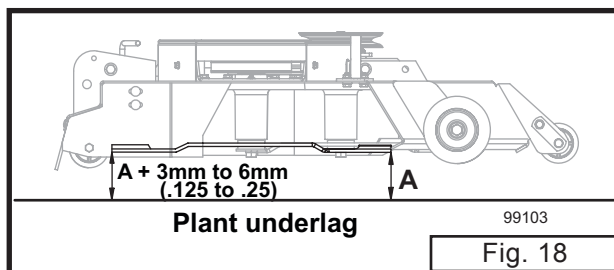

Fig. 18
(Henviser til fig. 18 og 19)
4. Afstanden ved den bageste knivspids skal være 3 til 6 mm (1/8 til 1/4") større end afstanden ved den forreste knivspids (henviser til fig. 18).
7. Hvis knivbladet er lige, er det nødvendigt at justere. Først løsner du kontramøtrikken (A) på klipperdækkets løftestang (C) i
3. Placer venstre knivblad på tværs af maskinen og mål afstanden fra den yderste knivspids ned til det plane gulv (henviser til fig. 18).
8. Løsn kontramøtrikken (K) på klipperdækkets højdeindstillingsenhed (J).
9. Juster klipperdækket op, så det passer med højdeindstillingen, ved at dreje møtrikken (L) med uret.
10. Juster klipperdækket ned, så det passer med højdeindstillingen, ved at dreje møtrikken (L) mod uret.
11. Når knivhøjden er korrekt i begge sider, spændes kontramøtrikken (K) på klipperdækkets højdeindstillingsenhed (J) sikkert fast.
12. Kontroller at låsepalen (M) stadig går i indgreb øverste stilling.